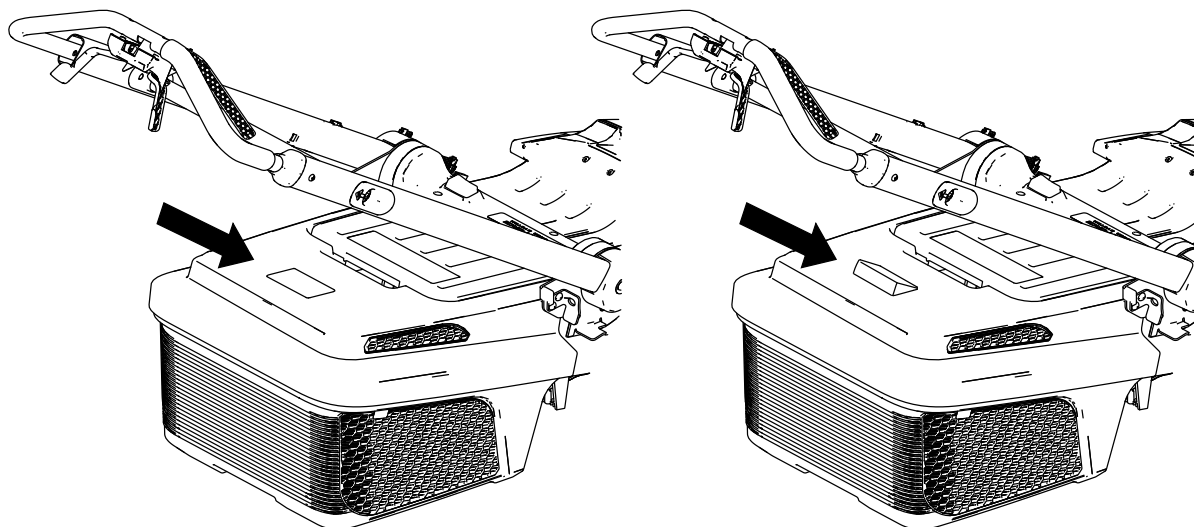

Rysunek 14
1. Ustaw uchwyt w pozycji pionowej i podnieś tylny deflektor (Rysunek 14, A).
2. Umieść haczyki kosza na trawę we wgłębieniach z tyłu maszyny (Rysunek 14, B).
3. Oprzyj tylny deflektor na koszu (Rysunek 14, C).